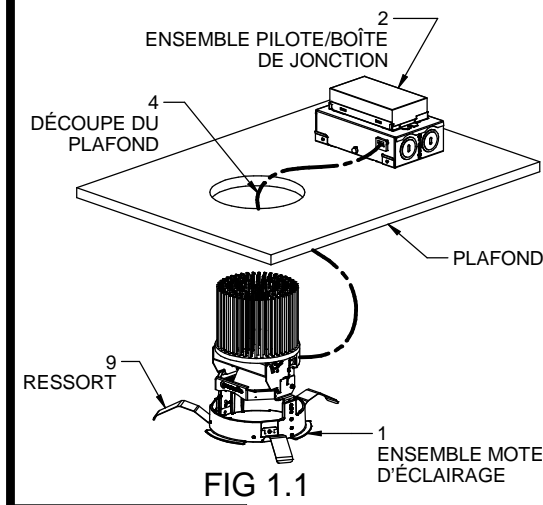

FIG 1.1
3. Place the Driver/J-box assembly (2) above the ceiling surface by inserting the whole assembly through the ceiling cut-out (4) and make sure the Driver/J-box (2) placed well. **FIG 1.1**.
**NOTE:** Use one hand to install the Driver/J-box (2) and support the light engine assembly (1) with the other hand.
4. Install the light engine assembly (1) to ceiling (3) by squeezing all the springs (9) inserting it through ceiling cutout (4) and gently pushing it against the ceiling. **FIG 1.1**
3. Installer l'ensemble pilote/boîte de jonction (2) au-dessus de la surface du plafond en insérant l'ensemble complet à travers la découpe de plafond (4) et veiller à ce que l'ensemble pilote/boîte de jonction (2) soit bien en place. **Voir FIG 1.1. REMARQUE:** Utiliser une main pour installer l'ensemble pilote/boîte de jonction (2) et soutenir l'ensemble moteur d'éclairage (1) avec l'autre main.
4. Installer l'ensemble moteur d'éclairage (1) au plafond (3) : serrer tous les ressorts (9), l'insérer à travers la découpe de plafond (4) et le pousser délicatement contre le plafond. **FIG 1.1**